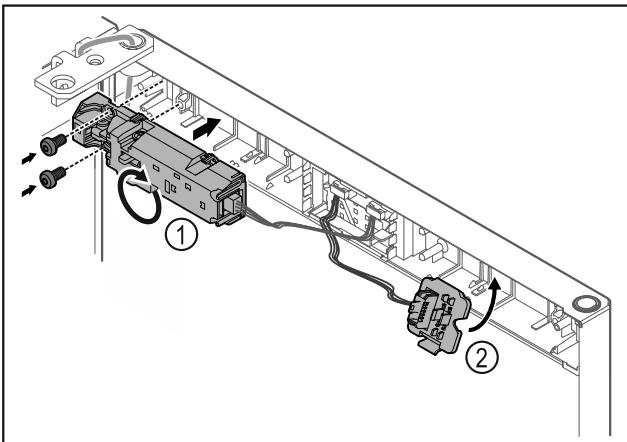

Fig. 22
- Gire el cierre remoto Fig. 22 (1) 180° y fíjelo en el lado opuesto.
- Encaje el soporte de conectores Fig. 22 (2) en el lado opuesto.